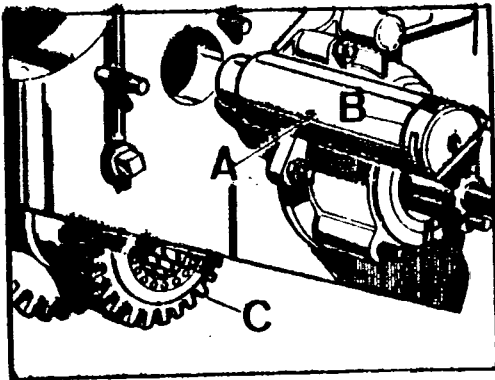

Fig. C-29 Desmontaje del eje intermedio
- 1.5. Sujetar el piñón intermedio con la mano mientras, utilizando el extractor especial, 262772 y 192232, y sacar el eje intermedio, A, y el anillo tórico. El piñón intermedio se extraerá por la parte inferior de la caja, teniendo cuidado de que los cojinetes de rodillo no se separen de dicho piñón (Fig. C-29).